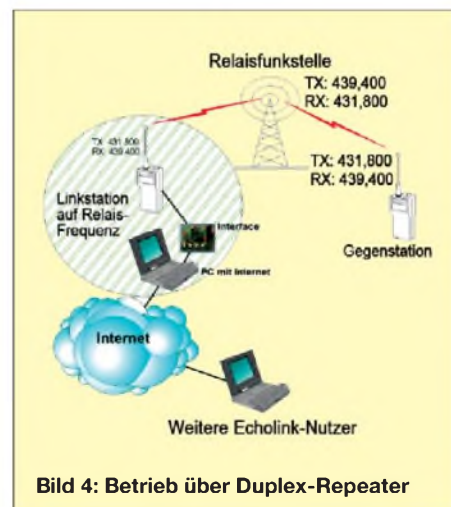

Bild 4: Betrieb über Duplex-Repeater
- Bild 4: Der Umsetzermodus (*Repeater Mode*): Hier ist ein Sender an einen PC mit Soundkarte angeschlossen. Der Sender ist jedoch auf die Eingabe einer Duplex-Relaisfunkstelle abgestimmt. Alternativ wird die NF aus der Soundkarte über ein Interface direkt per Kabel auf den Relais-Sender ausgekoppelt.